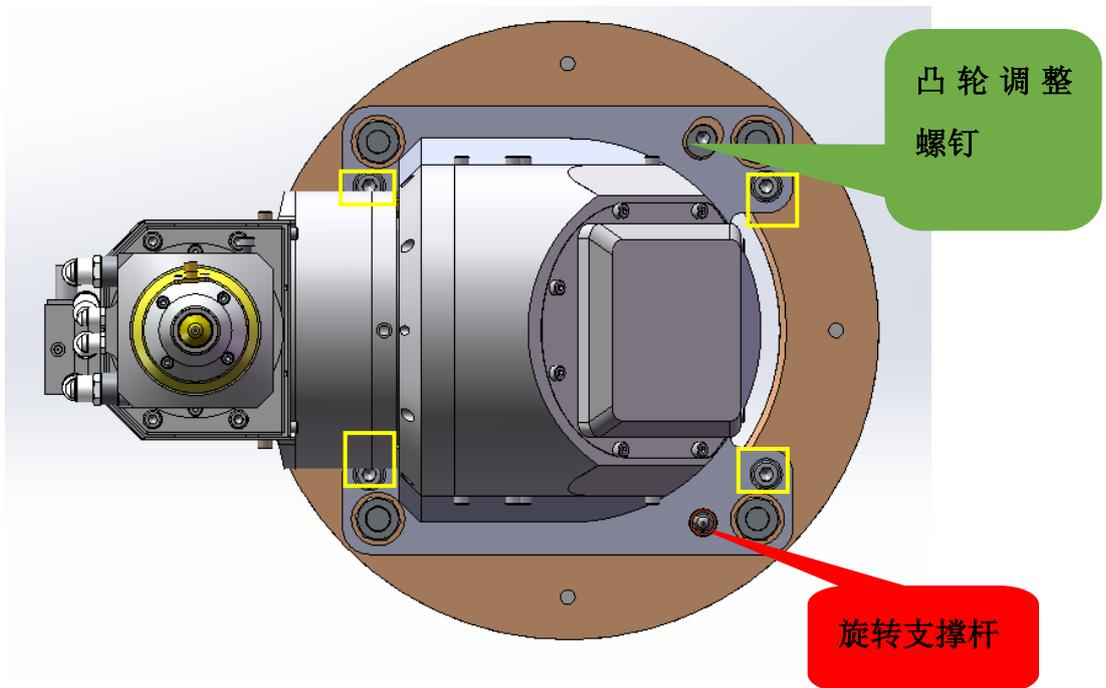

图 5.18 整体四轴激光头与机床 Z 轴（XZ 面）平行校正示意
b) 如上图 5.18 黄色圈四个螺钉不完全锁紧情况下，通过微动凸轮调整螺钉（参考值为点动间隔 0.02° ）来逐步调节，减小偏差值，最终使得 A 轴摆动幅面与机床 XZ 面满足公差要求；